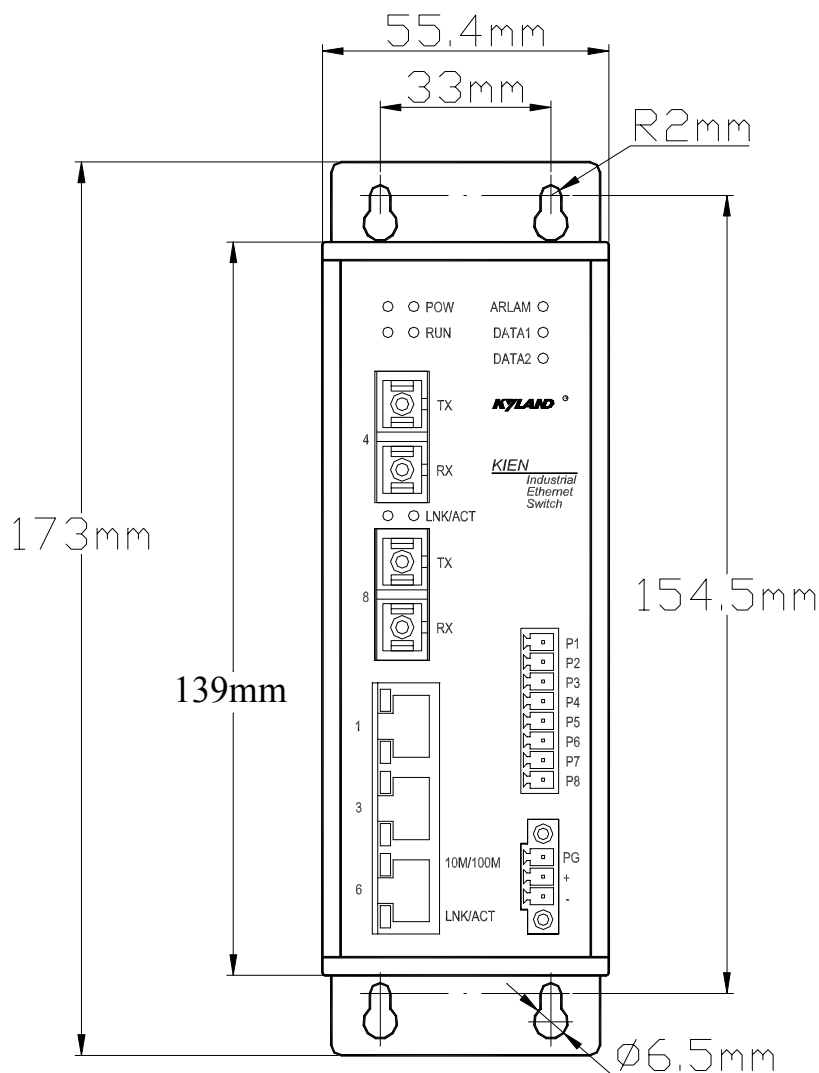

图 4-3 KIEN2032 壁挂式安装尺寸图
在某些应用场合可能不方便安装 DIN 轨，使用壁挂式安装将更加合适。东土电信可以提供 KIEN2032 用于壁挂式安装的组件—壁挂板。壁挂式安装尺寸如图 4-3 所示。
3. 选择安装位置：垂直的墙壁或机柜的内壁。如果选择安装在垂直的墙壁上，则建议使用  $\Phi 6$  塑料膨胀栓和  $\Phi 3$  自攻螺丝安装设备，依据图 4-3 标注的安装尺寸，用冲击电钻在墙上打 4 个  $\Phi 6$  孔，深度应能将  $\Phi 6$  塑料膨胀栓完全塞
入，把塑料膨胀栓完全塞入墙上的孔内以后，用十字螺丝刀将自攻螺丝拧入塑料膨胀栓内，但不要拧紧，保留 5 mm 左右的距离；如果要安装在机柜的内壁上，建议制作机柜时依据图 4-3 标注的安装尺寸在机柜内壁上开 4 个 M3 的螺纹孔，也可以现场用手电钻打四个  $\Phi 4$  的孔，用十字螺丝刀将 4 颗 M3  $\times 10$  的十字槽盘头螺钉装到 4 个孔上，如果孔内没有螺纹需在背面装 4 个 M3 的螺母。最后螺丝也不要完全拧紧，保留 5 mm 左右的距离。